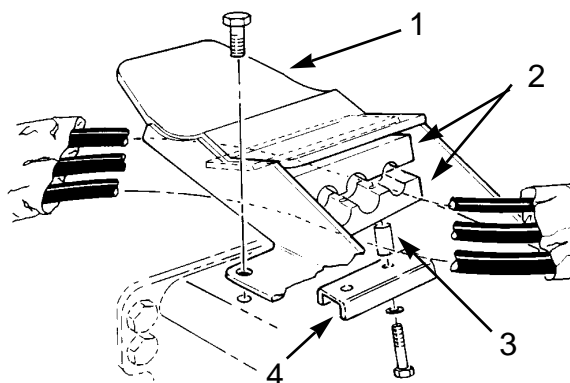

図7
1. 油圧ホースをそれぞれのチッパー・ブラケットに仮止めする（ホースクランプ、スペーサ、クランプ・プレート、ロックワッシャ、キャップスクリューを使用；図7）。
6. No.4とNo.5 ユニットではチッパー・ブラケット・クランプを締め付ける(図7)。